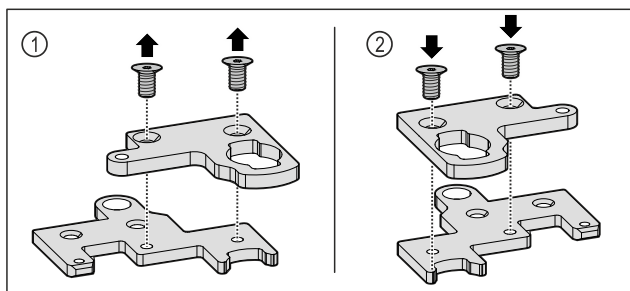

Fig. 35
- ▶ Rozeberte dvoudílný úhelník závěsu. Fig. 35 (1)
- ▶ Znovu sestavte dvoudílný úhelník závěsu otočený o 180°. Fig. 35 (2)